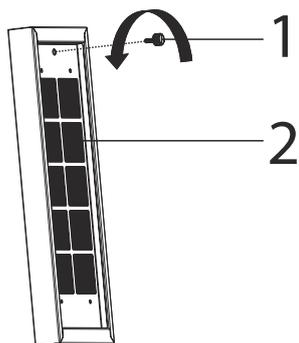

Fig. 7
2. ➔ Togliere la vite di collegamento del filtro a carboni attivi (Fig. 7/1) ruotando nella direzione della freccia.